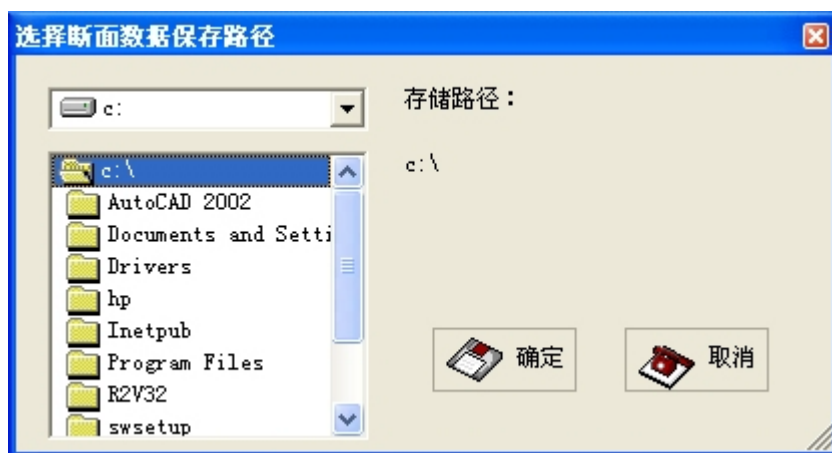

图 3-2
- 8、全部断面输入完后，选择“下一站”按钮，出现如下保存路径界面图 3-2，选择保存路径，点击“确定”按钮，保存数据。
- 18、 全部断面输入完后，选择“下一站”按钮，出现如下保存路径界面图 3-2，选择保存路径，点击“确定”按钮，保存数据。进入下一个断面录入窗体。